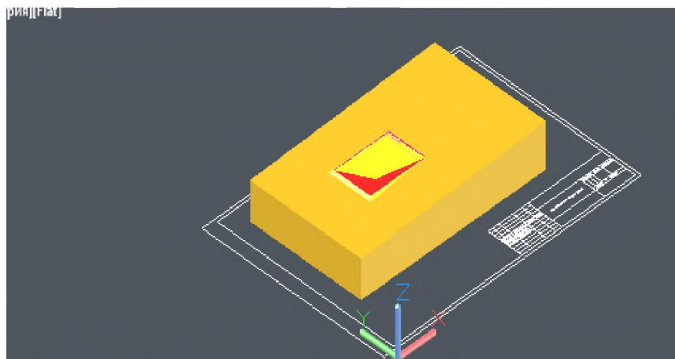

Рис. 5. Сітка бікубічної поверхні 3D
**Побудова топографічної поверхні** місцевості та прив'язка до неї будівельного майданчика в системі AutoCAD дає змогу виконати поставлену задачу із меншою затратою часу та більшою продуктивністю праці у сфері геодезії та картографії (рис. 5). Перетин отриманих насипу та виїмки з її топографічною поверхнею і визначає лінію прив'язки будівельного майданчика.